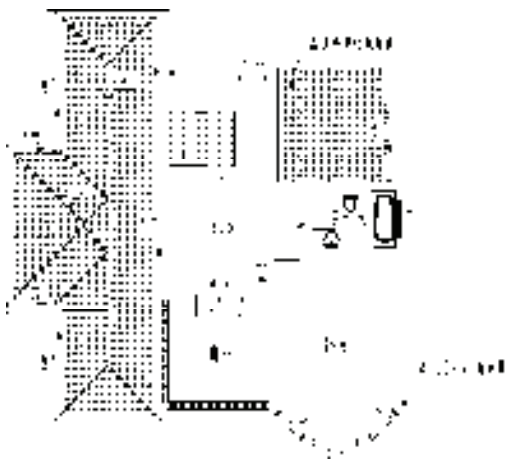

图 13-141 文字标注
5) 添加文字标注。调用“单行文字”命令，在弹出的“单行文字”对话框中设置参数，点取标注文字的插入点，即可完成文字标注的添加，结果如图 13-141 所示。